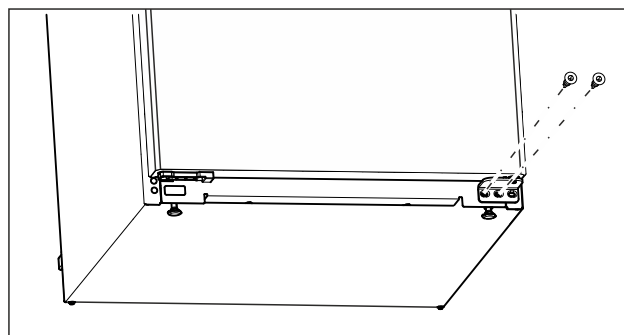

Fig. 7
- ▶ Відкрутіть середній гвинт на нижньому опорному кронштейні за допомогою викрутки Torx 20. (див. Fig. 7)
- ▶ Відкрутіть внутрішній гвинт на нижньому опорному кронштейні за допомогою викрутки Torx 20. (див. Fig. 7)